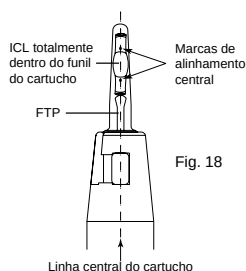

Fig. 18
3. Inspeção a orientação da lente com recurso a um microscópio operatório. O funil transparente do cartucho permite a identificação das marcas centrais em cada um dos lados do ótico da lente. Estas marcas devem ser visíveis na posição das 12 horas e em alinhamento com o eixo do cartucho. (Se não existir alinhamento ou orientação adequada, a ICL ou a TICL pode estar torcida; deve ser injetada no tabuleiro do cartucho e o processo de carregamento deve ser repetido). (Fig. 18)